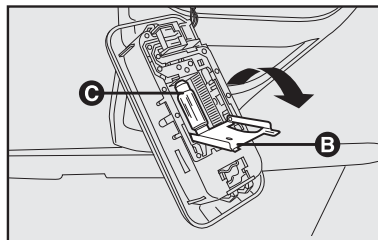

fig. 33
- Abrir a portinhola **B-fig. 33** no sentido da seta;
- Substituir a lâmpada **C-fig. 33** exercendo uma pressão com a própria lâmpada para o lado da mola;
- Fechar a portinhola **B-fig. 33**, pressionando-a;